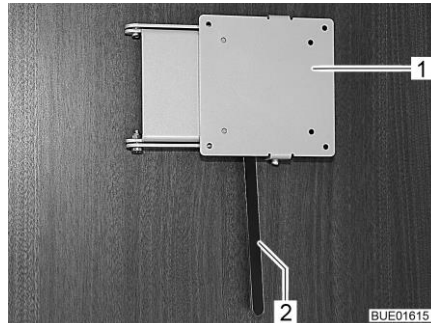

Bild 87 Hållare med låsspak
- Tryck låsspaken (Bild 87,2) åt sidan och sväng fästet (Bild 87,1) med den platta bildskärmen till önskat läge.
- Vrid tillbaka den platta bildskärmen tills fästet (Bild 87,1) hakar fast i låset.